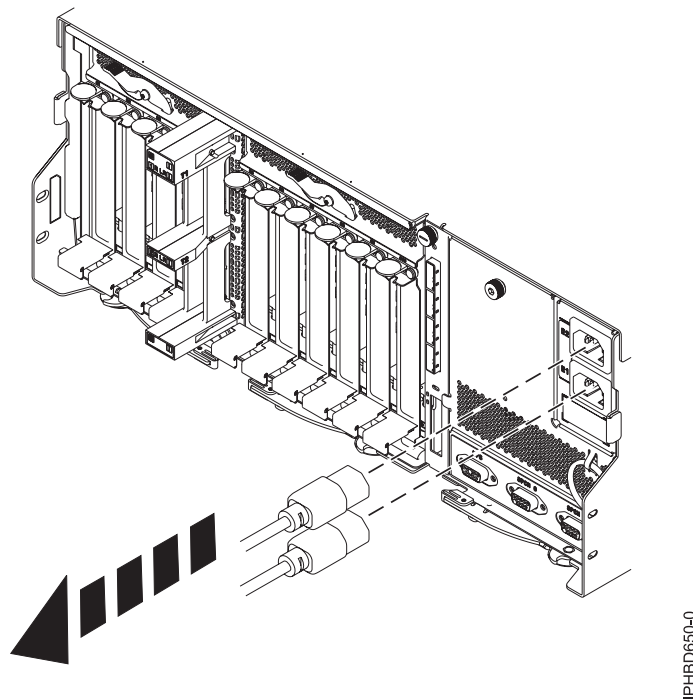

Figura 28. Desconexión de los cables de alimentación de la parte posterior de una unidad de expansión
5. Desconecte ambos cables de alimentación de la parte posterior de la unidad de expansión, como se muestra en la Figura 28.